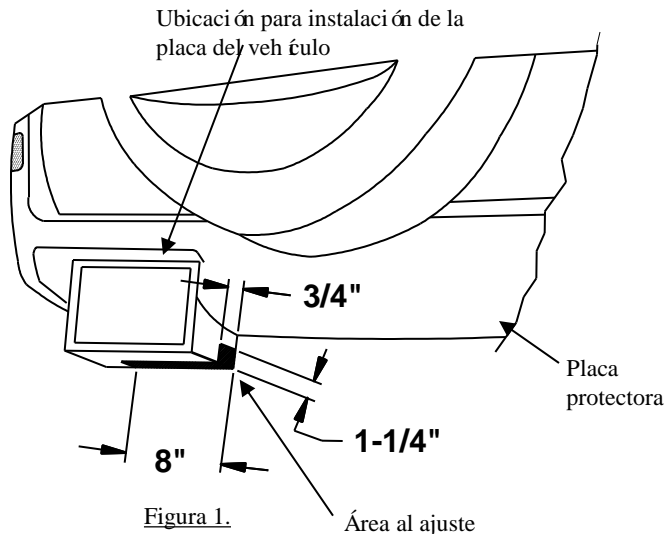

Figura 1.
①	Cant. (4)	Perno hexagonal, M12 x 1.25 x 35mm CL8.8
②	Cant. (4)	Arandela cónica dentada ½
2. Con un marcador de felpa, mida y marque un reborde en la placa protectora como se indica en la figura 1.